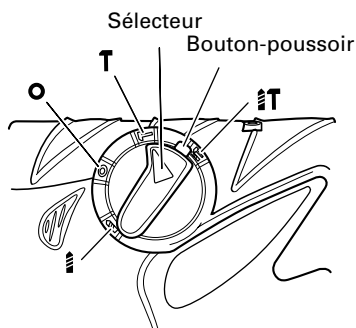

Fig. 9
Le foret de cette perceuse peut être mis en mode de percussion uniquement en appuyant sur le bouton presseur et en tournant le sélecteur sur le repère **T**. (Fig. 9)
- (3) Tourner le sélecteur sur le repère **T**. (Fig. 9)